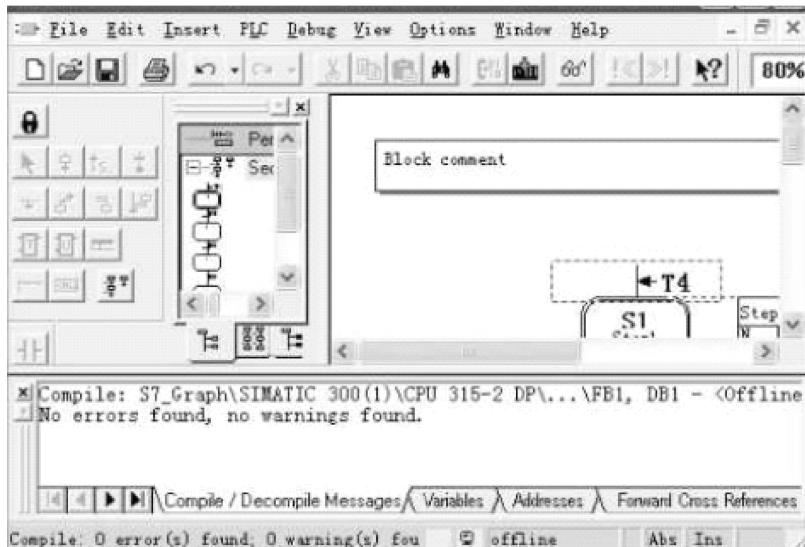

图 6-19 保存编译 FB1
7) 在 FB1 程序编辑界面，单击“”进行编译和保存，如图 6-19 所示。自动调用标准及系统功能如图 6-20 所示。在管理界面块目录里双击打开 OB1，在 OB1 里无条件调用 FB1，声明 DB1 为 FB1 的背景数据，在 FB1 里写上实形变量，如图 6-21 所示，单击“”进行编译及保存 OB1。